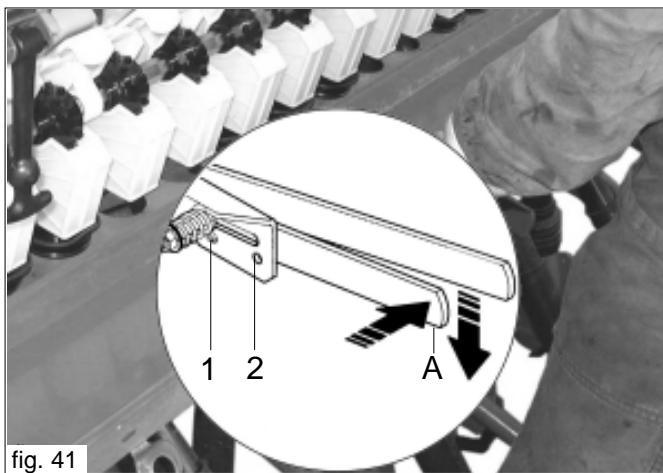

fig. 41
- Bajar el rastrillo utilizando la palanca (A Fig. 41): con una ligera presión lateral, mover la posición de los espigos de la palanca de (1) a (2).